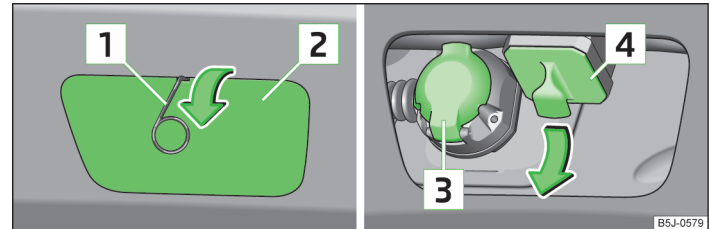
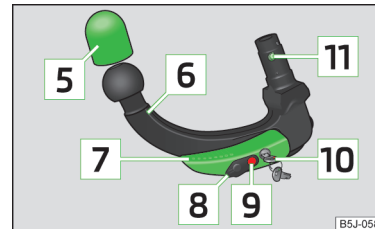

Abb. 104 Abdeckkappe abnehmen: am hinteren Stoßfänger / für den Aufnahmeschacht
Abb. 105 Kugelstange
Bildbeschreibung » Abb. 104 und » Abb. 105
- Die Abdeckkappe am hinteren Stoßfänger **2** » Abb. 104 auf Seite 118 mithilfe des Bügels zum Abziehen der Radvollblenden in Pfeilrichtung abnehmen.
- Die Abdeckkappe für den Aufnahmeschacht **4** » Abb. 104 auf Seite 118 in Pfeilrichtung abziehen » **!**
Die Kappe **2** sowie die Kappe **4** » Abb. 104 auf Seite 118 nach dem Abnehmen an einer geeigneten Stelle im Gepäckraum aufbewahren.
- Die Abdeckkappe für den Aufnahmeschacht **[4]** » **Abb. 104** auf Seite 118 entgegen der Pfeilrichtung einsetzen.
- Die Abdeckkappe am hinteren Stoßfänger **[2]** » **Abb. 104** auf Seite 118 an die „Häkchen“ im unteren Stoßfängerbereich ansetzen.